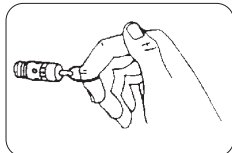

FIGURA 12
- Verifique el funcionamiento de la válvula de seguridad **6** y hale su anillo (Figura 12).
- Verifique el funcionamiento de la válvula de seguridad **6** (Figura 12).